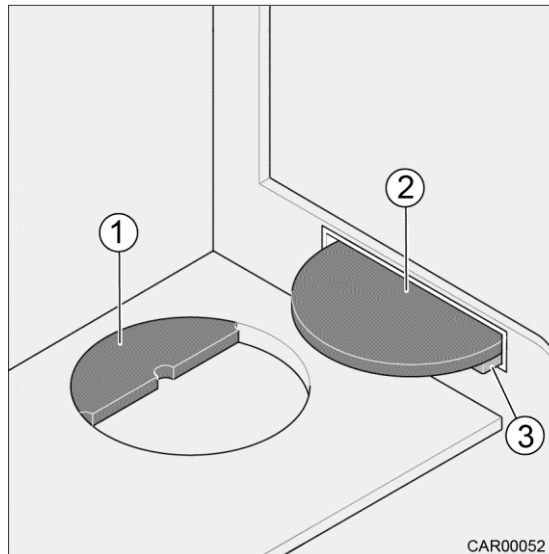

Fig. 86 Recouvrements des éviers
On peut ranger les recouvrements (Fig. 86/1 et 2) dans un logement sous l'évier.
Le recouvrement (Fig. 86/2) peut faire office de dépose d'appoint.
1. Retourner le recouvrement (Fig. 86/2).
2. Tenir le recouvrement en l'inclinant légèrement et introduire l'arête droite de manière régulière par le haut dans les supports (Fig. 86/3).